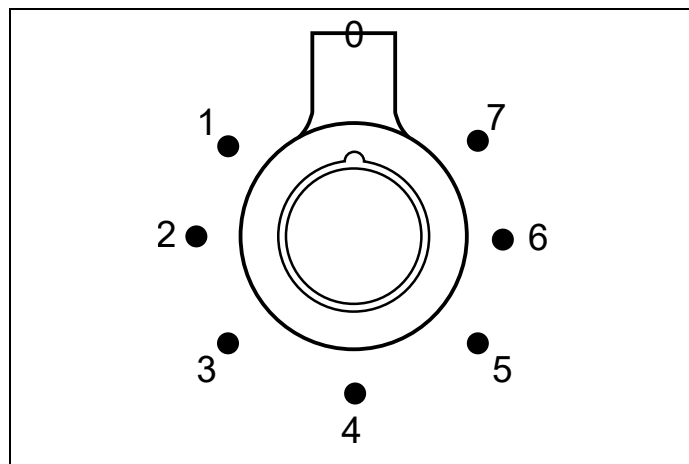

Fig. 20
- Premere e ruotare la manopola (Fig. 20 ) in senso antiorario sulla posizione selezionata.